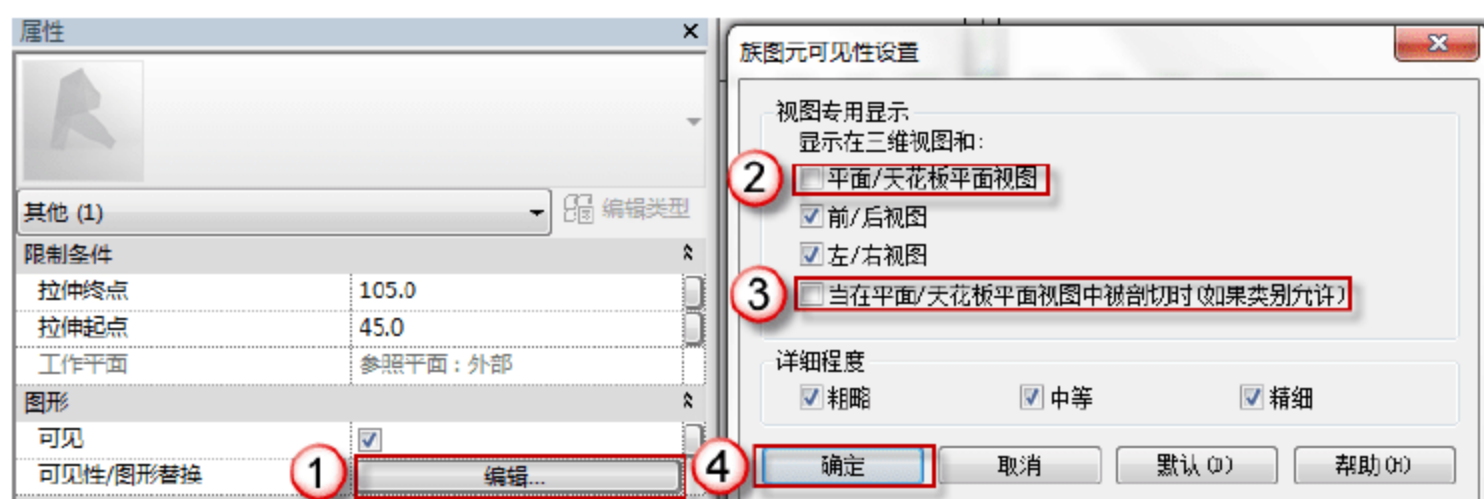
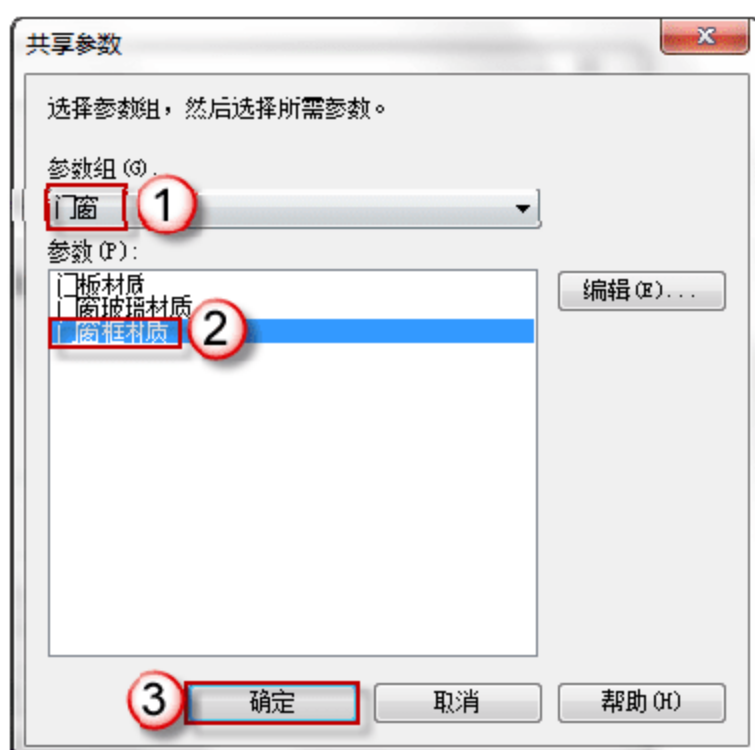

图 7.1.38 修改窗框的可见性
图 7.1.39 添加窗框材质
(6) 修改 GC4010 窗框的可见性。在窗框的“属性”面板中，单击“图形”栏“可见性/图形替换”后的“编辑”按钮，弹出“族图元可见性设置”对话框，取消“平面/天花板平面视图”和“当在平面/天花板平面视图被剖切时（如果类别允许）”复选框的选择，单击“确定”按钮，如图 7.1.38 所示。
(7) 添加 GC4010 窗框材质。在窗框的“属性”面板中，单击“材质和装饰”栏“材质”右侧的空白按钮，弹出“关联族参数”对话框，单击“添加参数 (D)”按钮，弹出“参数属性”对话框。选中“共享参数”单选按钮，单击“确定”按钮，弹出“共享参数”对
话框，在“参数组 (G)”中选择“门窗”选项，在“参数 (P)”中选择“门窗框材质”选项，单击“确定”按钮，如图 7.1.39 所示。